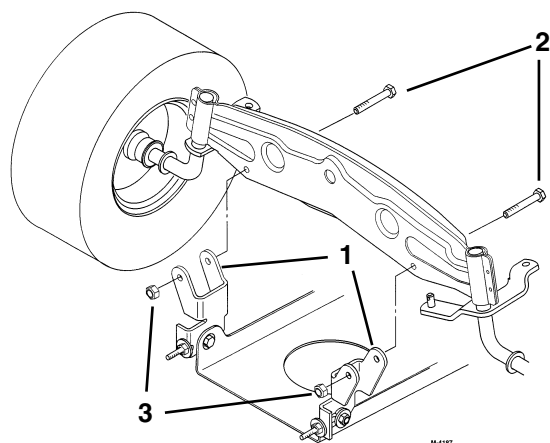

Fig. 43
5. Sett vippebrakettene på forakselen, fest med boltene og låsemutrene (fig. 43).